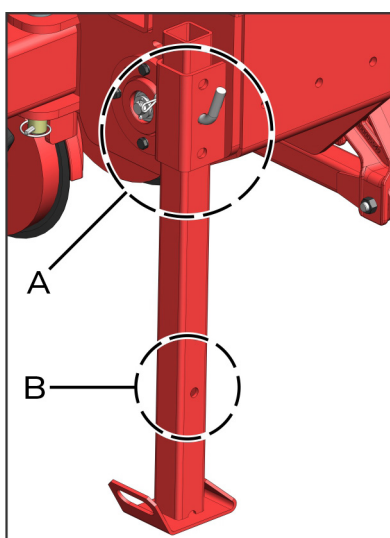
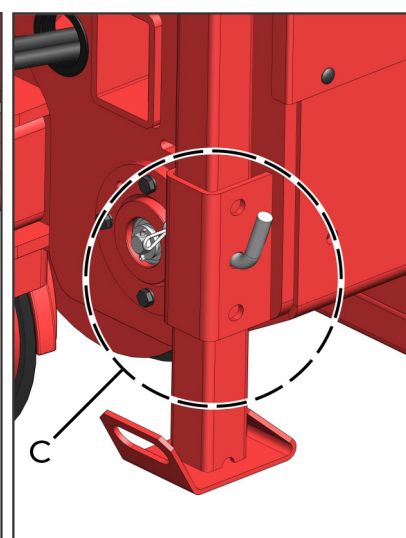

fig. 03
fig. 04
Para apoyar la sembradora en lugar plano y firme, es necesario utilizar el pie de apoyo en la posición (A) (fig. 03).
Para realizar el transporte o el trabajo con la sembradora, utilice el pie de apoyo en la posición (C) (fig. 04). Para ello, suspender el pie de apoyo hasta el último orificio (B) (fig. 03).